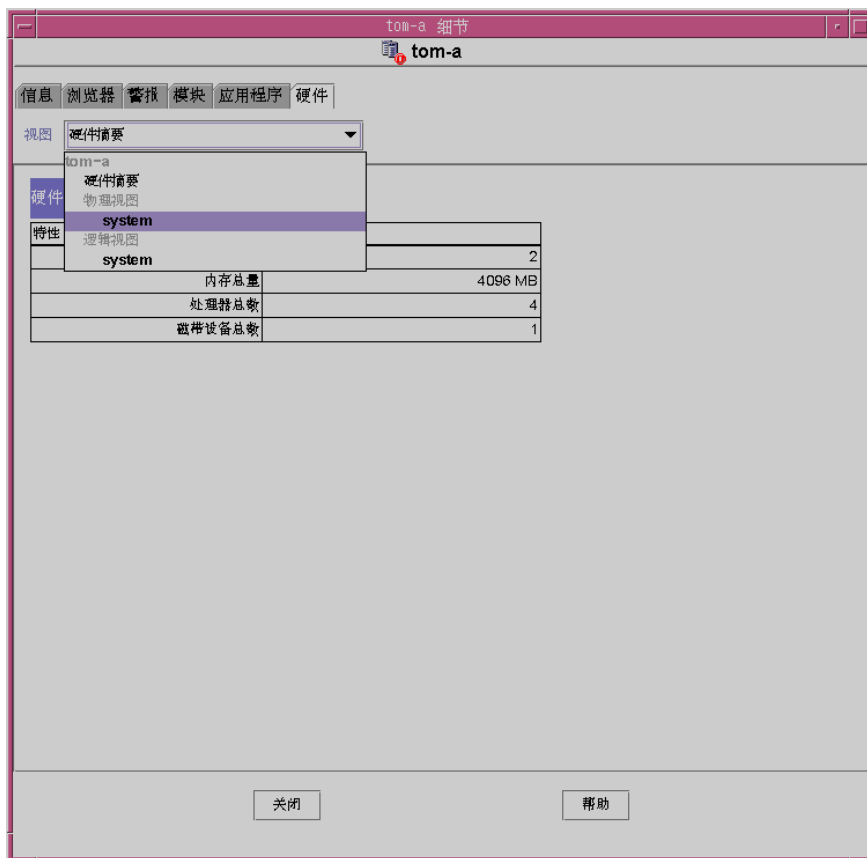

图 9-13 硬件细节窗口中组件的硬件摘要列表
2. 在“视图”下拉菜单中，选择“物理视图”或“逻辑视图”中的一项。请参见图 9-13。